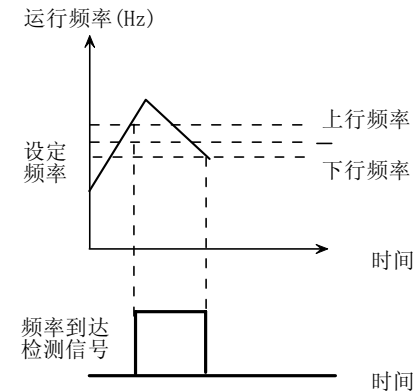

图 5-3-8 频率到达检测
- ◆ 当加速时, 输出频率超过设定的上行频率值时, 输出正脉冲, 当减速时, 输出频率低于下行频率后, 关闭脉冲输出。如图5-3-8所示。